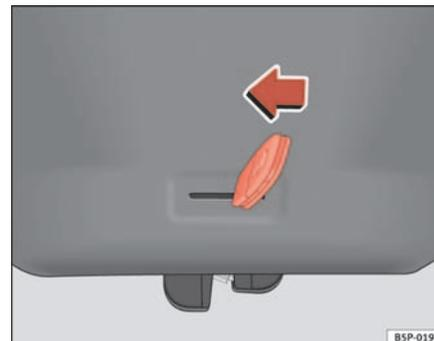

Fig. 70 Capot arrière : ouverture d'urgence
- Introduisez le panneton de la clé dans la rainure et déverrouillez le système de fermeture en dirigeant la clé de droite à gauche comme indiqué par la flèche ⇒ fig. 70. ■